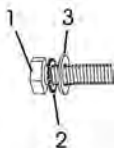

fig. 11 – soltando o parafuso (1) da haste da proteção da serra (5)
1. Na parte traseira da máquina verifique que na haste (5) existe um parafuso (1), com uma chave allen remova-o, fig. 11.